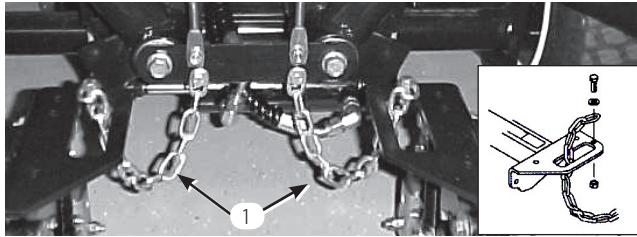

図 17
4. 各キャリア・フレームのスロットにチッパー・チェーンを下から上に通す。チッパー・チェーンをキャリア・フレームの上部に取り付ける(キャップスクリュ、ワッシャ、ロックナットを使用)(図17)。